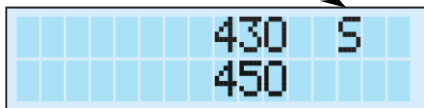

Рис. 12.1 Индикация дополнительных символов
12.1 Отображение на дисплее дополнительных сигнальных символов приведено на рис. 12.1.
12.2 Символ срыва якоря при вращении «S» (рис. 12.1) отображается, когда в режиме вращения прибор идентифицирует срыв хотя бы один раз. При отключении пользователем режима вращения отображение этого символа сбрасывается.